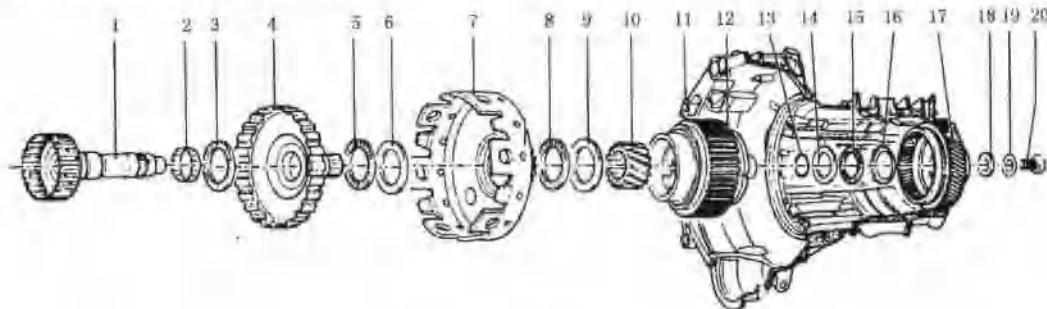
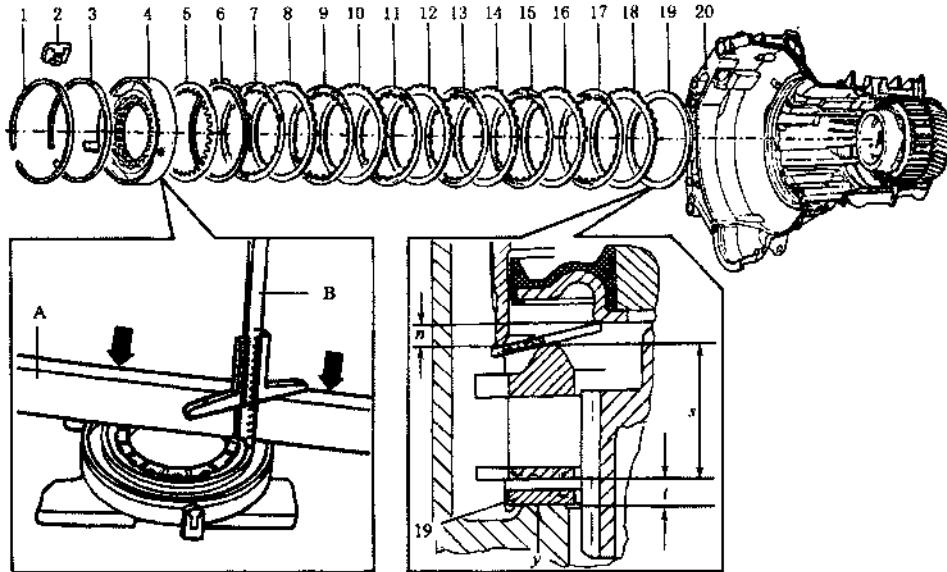

图4.55 行星齿轮机构（一）
图 4.58 倒挡制动器 B1
轴1处的盖板。如图4.55所示。
④ 拆下小传动轴螺栓 20、垫圈 19、调整垫片 18（行星齿轮架 12 和推力滚针轴承 15 留在原处），抽出小传动轴 1、大传动轴 4 和大太阳齿轮 7，如图 4.55 所示。
⑤ 拆下速度传感器 G38 和支承管卡环，拔出导流块 2；拆下卡环取出活塞自由轮 4。如图 4.58 所示。
⑥ 取出小太阳齿轮 10、垫圈 9 和推力滚针轴承 8；取出行星齿轮架 12 和弹簧垫片，如图 4.55 所示。
⑦ 拆下倒挡制动器 B1 的外摩擦片 7、9、11、13、15、17，如图 4.58 所示；拆下推力滚针轴承 5 和垫圈 6；输入齿轮不用拆卸，如图 4.55 所示。
(1) 推力滚针轴承垫圈 14 的光滑面朝向输入齿轮 17，如图 4.55 所示。
(2) 压力板 6 光滑面朝向外摩擦片 7；碟形垫圈 5 的凸面朝向活塞自由轮 4；自由轮的卡环开口与定位键吻合；导流块 2 装入 ATF 通气孔槽内。如图 4.58 所示。